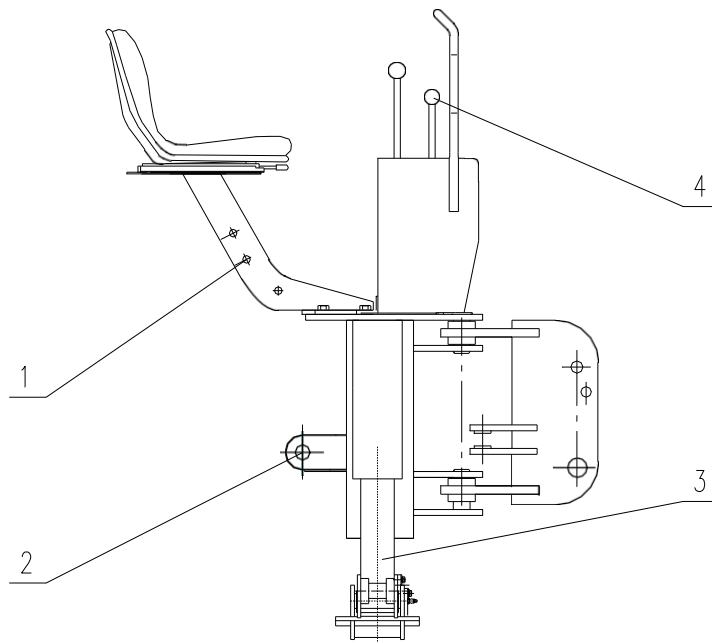

Fig.4-2 Esquema de montaje
Como se muestra en la Fig4-2, el dispositivo de trabajo se fija en el elevador del tractor mediante pasadores que se introducen en los tres orificios del bastidor inferior. El orificio fijo superior (1) enlaza con la barra de tracción superior del tractor. Y los dos orificios fijos inferiores derecho e izquierdo (2) enlazan con las barras de tracción inferiores del tractor. Los tubos de entrada y salida de aceite deben conectarse firmemente al lugar correcto del sistema hidráulico del tractor.